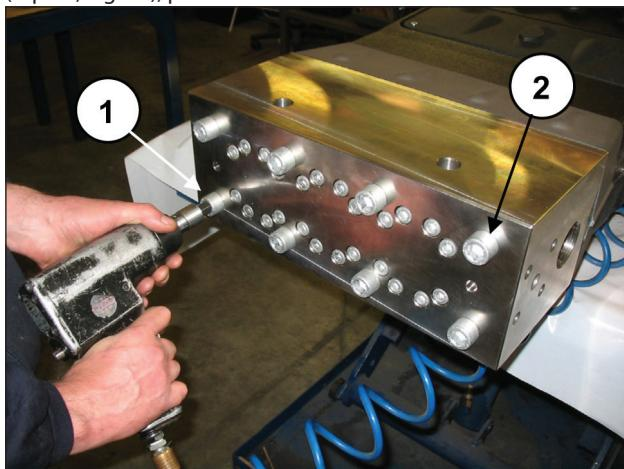
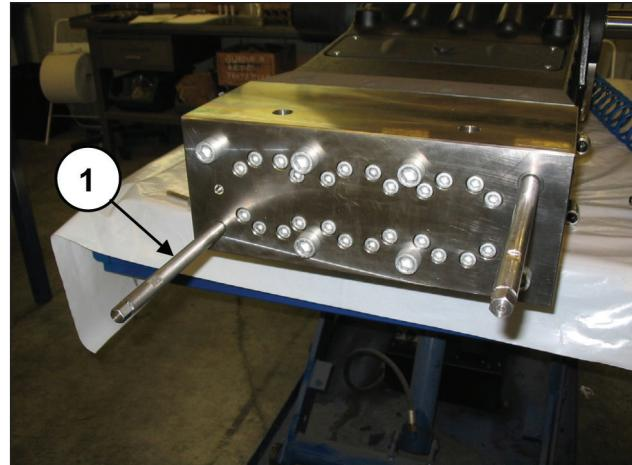

Fig. 97
Fig. 98
Dévisser deux vis de fixation de la culasse M16x320 diamétralement opposées (rep. ① et ②, Fig. 97), en les remplaçant par deux vis-goupille de service (réf. 27540200) (rep. ①, Fig. 98), puis enlever les autres vis.